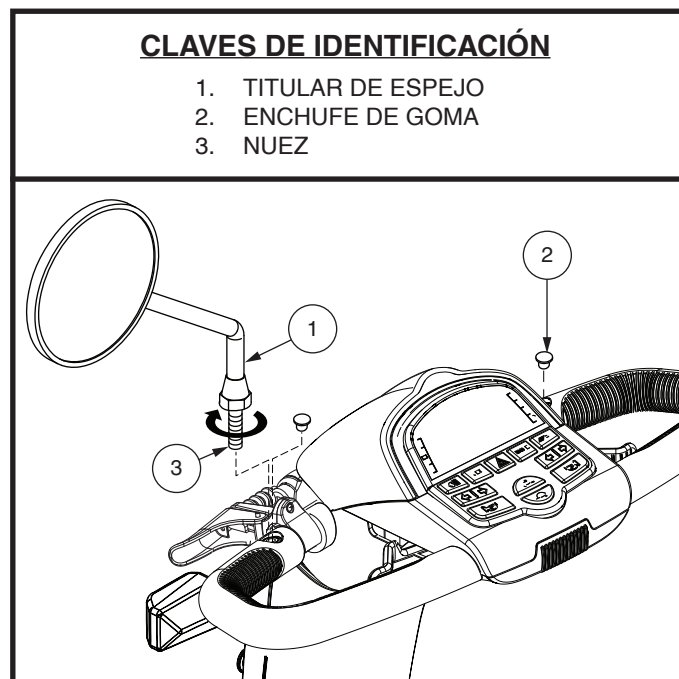

Figura 18. Instalación de Espejo y Posicionamiento
**Para instalar el/los retrovisor/es (ver la figura 18):**